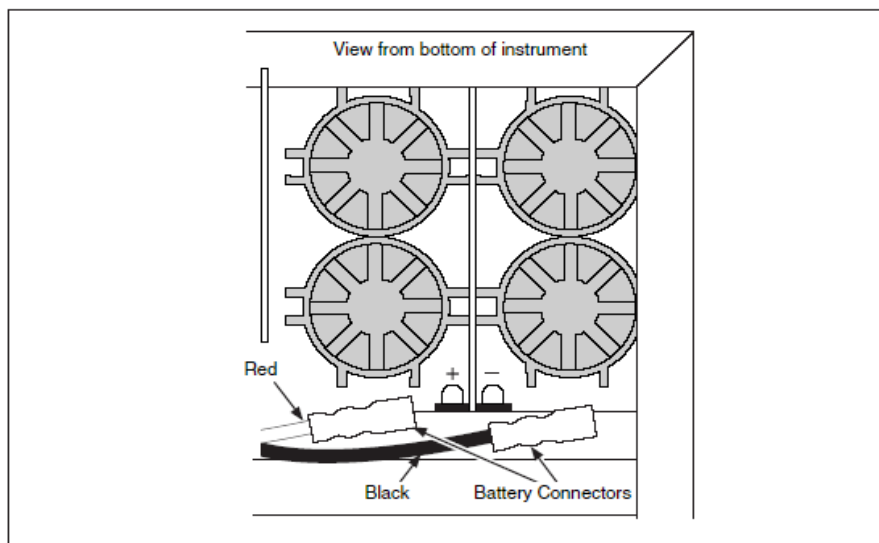

图 7-6 拔下电池选件的电源引线
1. 电池选件必须安装在数表内，断开数表的交流电源，拔下电池的+、-端引线(如图 7-6)；